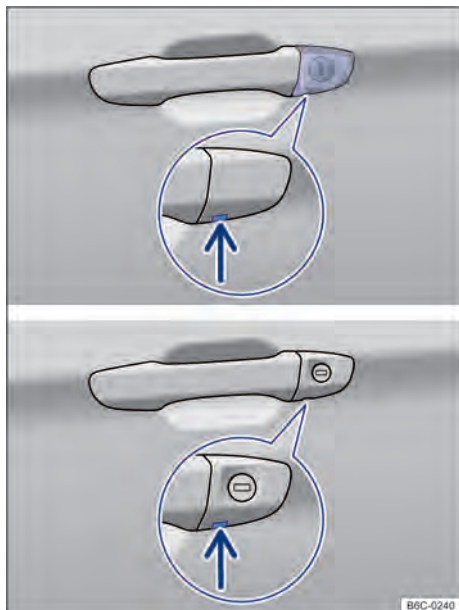

Fig. 54 Maçaneta da porta do condutor: cilindro da fechadura.
- Inserir a haste da chave por baixo na abertura da capa de cobertura → Fig. 54 (seta).